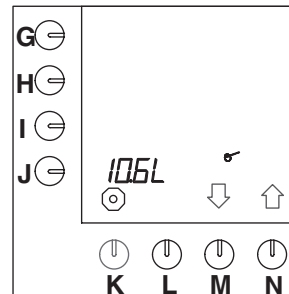

Abb. 20 Gesamtmenge Wasser
- Nach der Eingabe der Chef-Geheimnummer erscheint Abb.20 im Display.